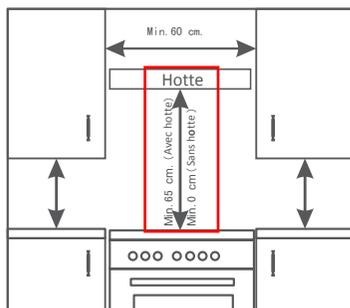

Figure 1
- g) La découpe de l'armoire pour la cuisinière doit respecter les dimensions indiquées dans la figure 1.